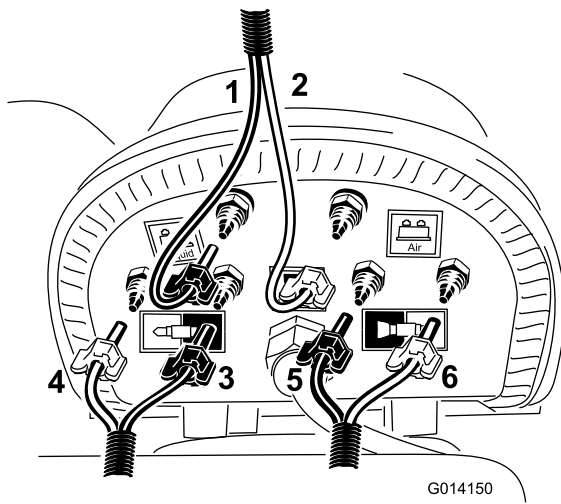

Bild 15
2. Befestigen Sie die blauen und durchsichtigen Rohre an den entsprechenden oberen Zahnungen am Kompressor (Bild 15).
4. Befestigen Sie am Schaumschlauch, der zum linken Ausleger verlegt ist, die blauen und weißen Rohre; die Stellen sind in Bild 15 abgebildet.
5. Befestigen Sie am Schaumschlauch, der zum rechten Ausleger verlegt ist, die blauen und weißen Rohre; die Stellen sind in Bild 15 abgebildet.